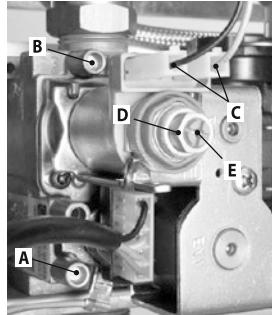

Рис. 7.1
Выключив котел (приведя его в нерабочее состояние), проверьте давление подачи газа при помощи отвода А (см. Рис. 7.1) и сравните считанное значение со значениями, приведенными в таблице «Давление газа на подаче» в разделах «Технические данные Federica 24 turbo» на с.11, «Технические данные Federica 28 turbo» на с.12 и «Технические данные Federica 32 turbo» на с.14.
Тщательно закройте отвод для замера давления А (Рис. 7.1).
Откройте отвод для замера давления «B» (Рис. 7.1) и подсоедините манометр.
Для калибровки давления в горелке необходимо поворачивать большую шестиугольную латунную гайку модулирующего устройства «D» (MAX) (рис. 7.1) (давление увеличивается при повороте по часовой стрелке).
Чтобы калибровать давление в горелке,крутите пластиковый винт «E» (MIN) (Рис. 7.1), удерживая неподвижной большую шестиугольную латунную гайку «D» (MAX) (Рис. 7.1) модулирующего устройства (давление увеличивается при повороте по часовой стрелке).
Восстановите подключение провода питания «C» модулирующего устройства (Рис. 7.1).
Закройте отвод для замера давления «B» (Рис. 7.1).
- Откройте отвод для замера давления «B» (Рис. 7.1) и подсоедините манометр.